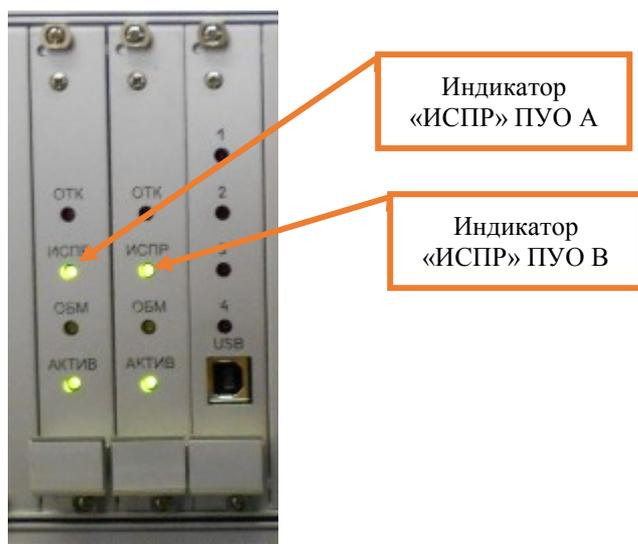

Рисунок 18. Показания индикаторов плат ПУО.
7.7.8 Проверить на лицевых панелях плат управления одноканальных (ПУО) показания индикатора «ИСПР», они оба должны гореть зеленым цветом (Рисунок 18).